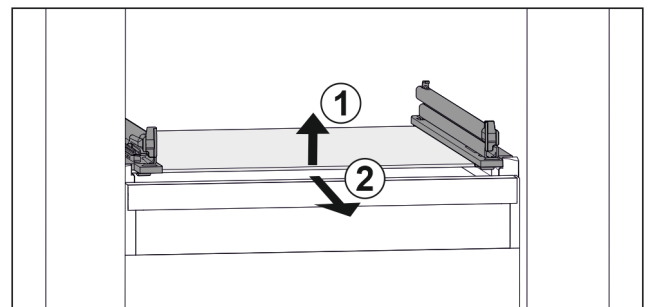

Fig. 140 Vejledende visning af glaspladen
- ▶ Løft glaspladen foran. Fig. 140 (1)
- ▶ Tag glaspladen ud fremefter. Fig. 140 (2)